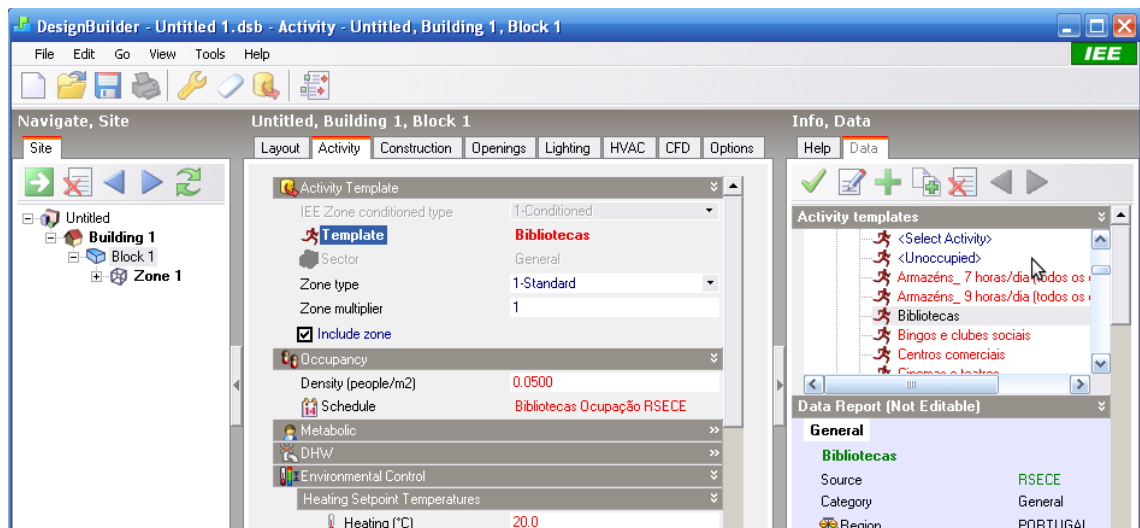

Figura 7 - Escolha do Activity Template (Tipologia ou Espaço Complementar) ao nível do bloco.
9. Caso de edifício ponderado: Ao nível do Block ou da Zone escolha a aba **Activity**, no topo por baixo da barra de botões. Na secção **Activity template** escolha a tipologia ou espaço complementar do bloco, clicando na caixa de texto à frente do texto **Template** e escolhendo na coluna do lado direito, clique duas vezes para escolher (Figura 7).